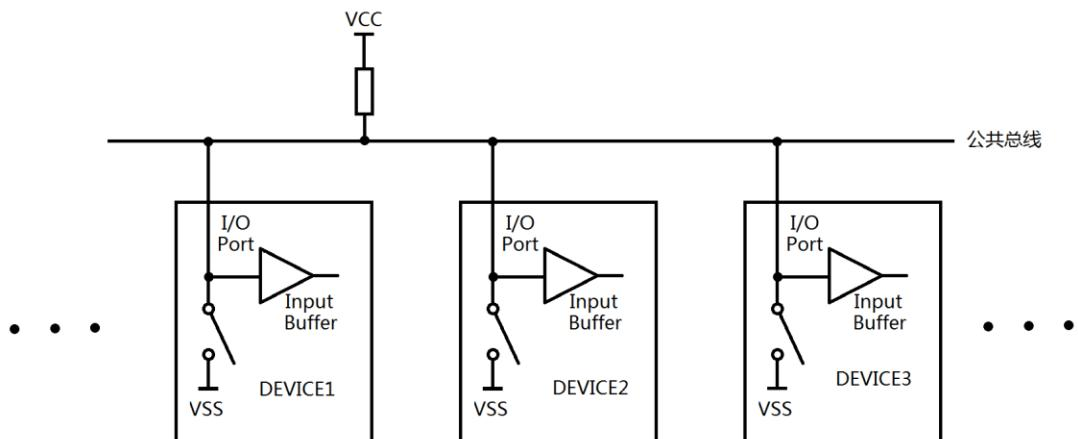

图 5.7 由上拉电阻输出构成的线与逻辑
- 2) 上拉电阻输出还广泛用于实现“线与”逻辑。如图 5.7 所示，所有器件输出和输入同时进行（图腾柱无法做到这一点），任何一个器件都可以将公共总线电平拉低，但只有所有器件输出都为“高”，公共总线的电平才能为高，这就是“线与”逻辑。“线与”逻辑更独特之处在于，所有器件都可以通过输入缓冲一直“监视”总线电平的高低，这样就能知道总线电平是否与“自己期望电平”一致，从而判断是否有别的器件在与自己争夺总线。“线与”逻辑广泛用于多机总线通信中，详见串行通信章节。
线与逻辑在总线通信中非常有用，普通 51 单片机的 IO 口类似图 5.7 的器件，为上拉电阻输出，天生具备线与逻辑功能。MSP430 的 IO 输出只能是图腾柱输出，如何实现“线与”呢？MSP430 单片机模拟线与逻辑输出：